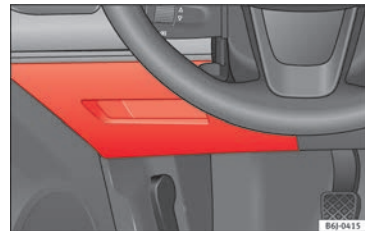

Abb. 39
- Öffnen: Die Abdeckung des Sicherungskastens abnehmen »» **Abb. 39**.